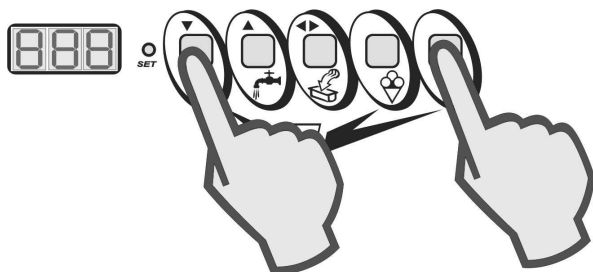

Fig. 4
- Con ciclo en funcionamiento, presione nuevamente las teclas STOP y SEMIAUTOMÁTICO (Fig. 4).